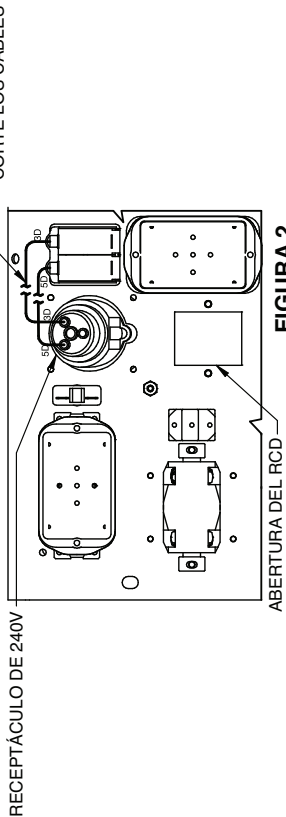

FIGURA 2
4. LOCALICE LOS CABLES 3D Y 5D. (VEA LA FIGURA 2). CORTE AMBOS CABLES COMO SE MUESTRA.